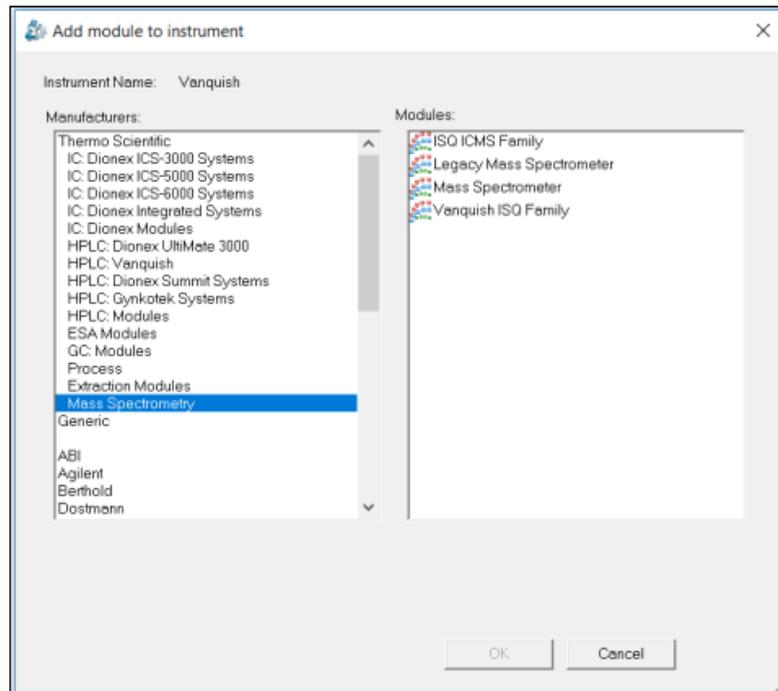

图 63: ISQ EC 或 ISQ EM 仪器模块位置
- 4) 配置前端 LC 或 IC 后，选择“Add module to instrument” (添加模块到仪器)，如图 63 中所示。